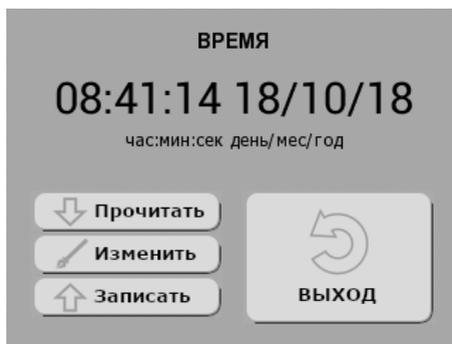

Рис. 8. Окно меню «ВРЕМЯ»
- 2) перейдите в меню времени (МЕНЮ→ПРИБОР→ВРЕМЯ; рис. 8);
6) для записи отображаемого на экране времени в прибор нажмите кнопку «Записать» (рис. 8).